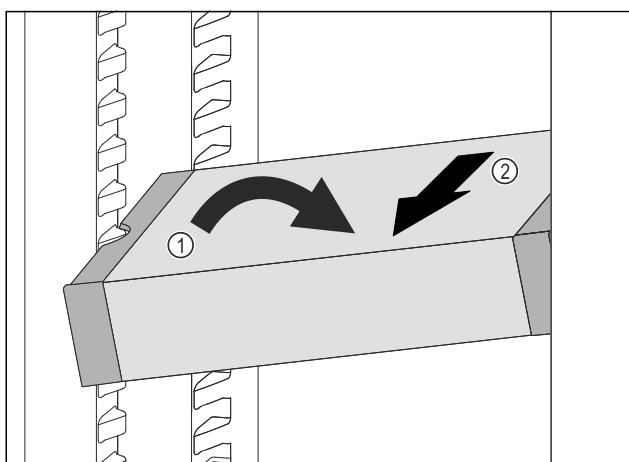

Fig. 151
- ▶ 在冷藏区中倾斜 VarioSafe。Fig. 151 (1)
- ▶ 向前取出 VarioSafe。Fig. 151 (2)